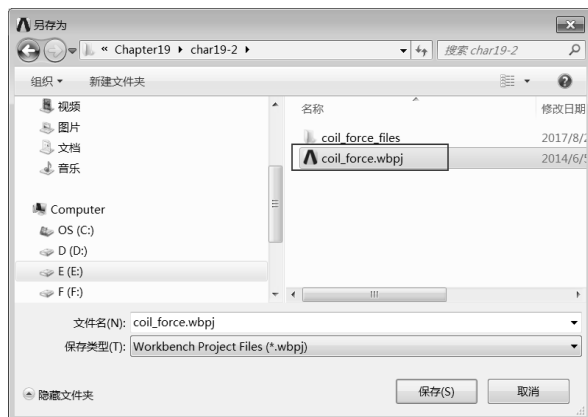

图 19-60 保存工程文档
Step2：保存工程文档。进入 Workbench 后，单击工具栏中的  按钮，将文件保存为 coil_force，如图 19-60 所示，单击 Getting Started 窗口右上角的 （关闭）按钮将其关闭。